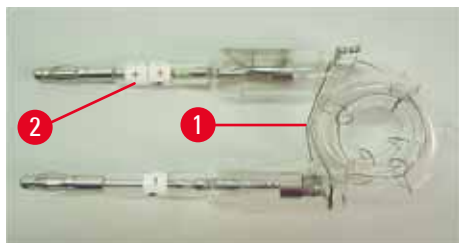
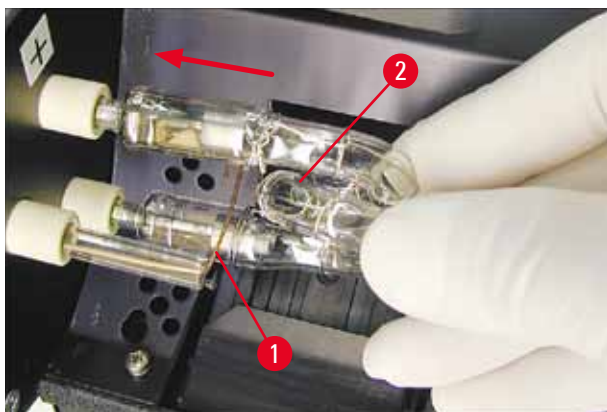

Fig. 18
Fig. 20
2. Inserte la lámpara de destellos nueva (→ "Fig. 18") en el zócalo (→ "Fig. 17-3"); a continuación, empújela con cuidado hacia dentro hasta el tope (→ "Fig. 20") (la marca de polaridad (+) dejará de estar visible). Si es necesario, mueva con cuidado la lámpara de destellos hacia arriba y hacia abajo.